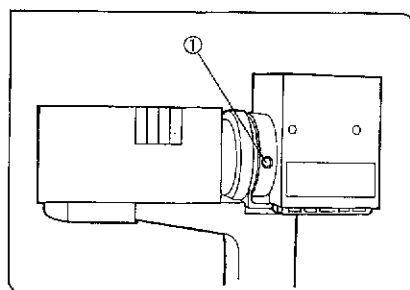

図 6
(図6~11)
(図6, 7, 8)
- 1) ランプハウス右側面の固定ねじ①を六角ドライバでゆるめ、ランプハウスを取外します。(図6)
- 4) ランプハウス右側面の固定ねじ①を六角ドライバでゆるめ、ランプハウスを取付け、固定ねじを確実に締付けます。(図6)